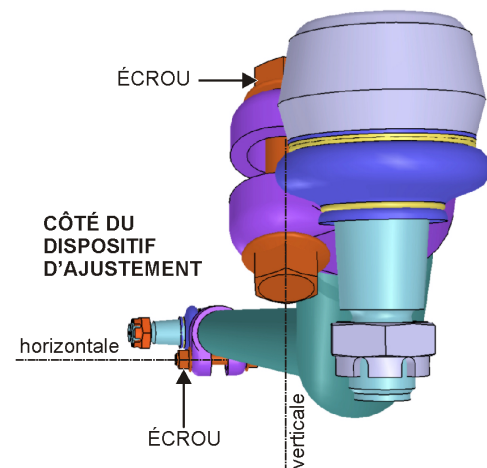

FIGURE 12: NOTEZ L'ORIENTATION HORIZONTALE DE LA VIS DU CÔTÉ DE LA BAGUE D'AJUSTEMENT ET DE QUEL CÔTÉ EST PLACÉ L'ÉCROU.
14. Lorsque l'ajustement de la longueur est complété, serrer le collet avant. Pour prévenir des interférences entre les vis de colliers de serrage et les autres composantes de la direction, la vis doit être orientée tel qu'indiqué à la FIGURE 12. **Serrer l'écrou à 118-133 lb-pi.**